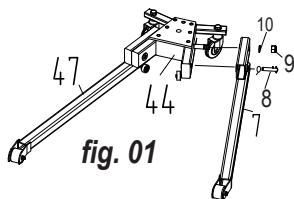

fig. 01
- Consulte la imagen 01: Acople la pata izquierda n.º 7 a la base n.º 44 insertando el pasador fijo. Coloque la arandela n.º 10 y el tornillo en la tuerca n.º 9. Inserte el pasador n.º 8 a través de n.º 7 y n.º 44 hasta que se detenga. Gire 180° y bloquee con el pasador en O. Mismo método para la pata derecha n.º 47.